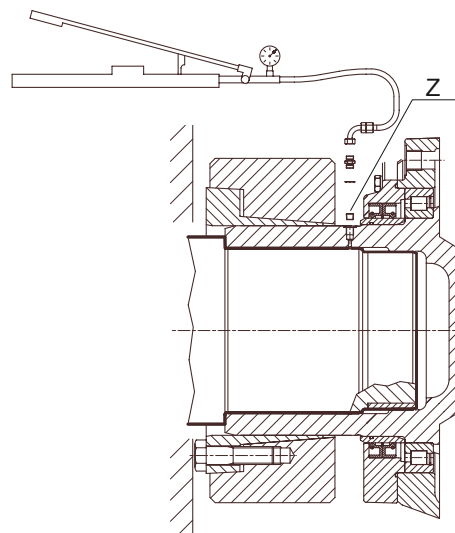

Fig. 4
- Con un cacciavite e martello, fare uscire dalla sua sede uno dei due pernetti "A" (vedi fig. 4), rimuovere le due molle "B", quindi togliere l'altro pernetto
- Fare scorrere il giunto assialmente per liberare e togliere il tappo "Z" (vedi fig. 4) ed utilizzare il foro da 1/8" G, che consente l'immissione di olio in pressione (max. 1000 bar) per facilitare